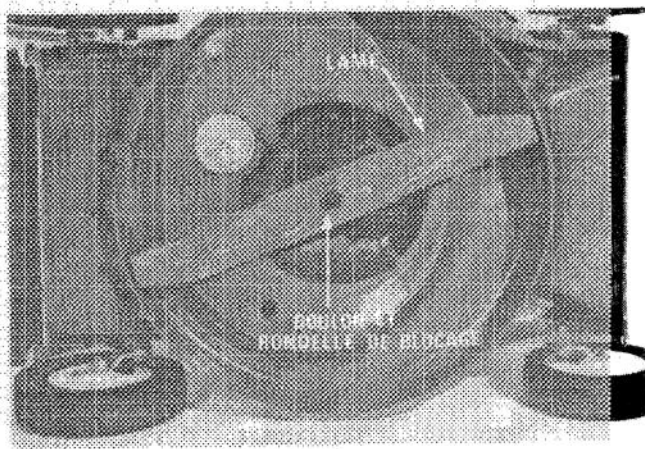

Figure 25
3. Basculez la tondeuse sur son côté gauche. Saisissez le bout de la lame en vous servant d'un chiffon ou d'un gant bien rembourré. Enlevez le boulon, la rondelle de blocage et la lame (Fig. 25).